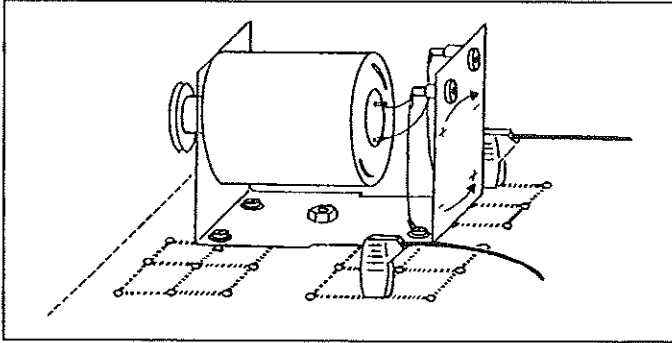

Fig. 2.1
3.1 Montaje y conexiones eléctricas (véase las figs. 2.1 a 2.5)